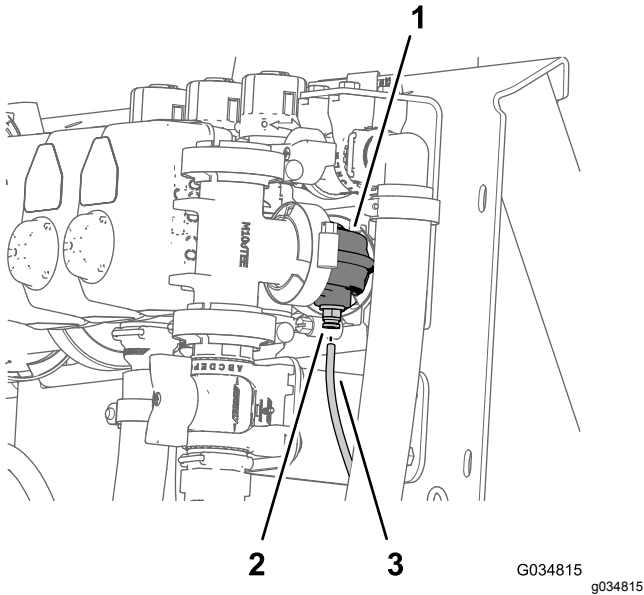
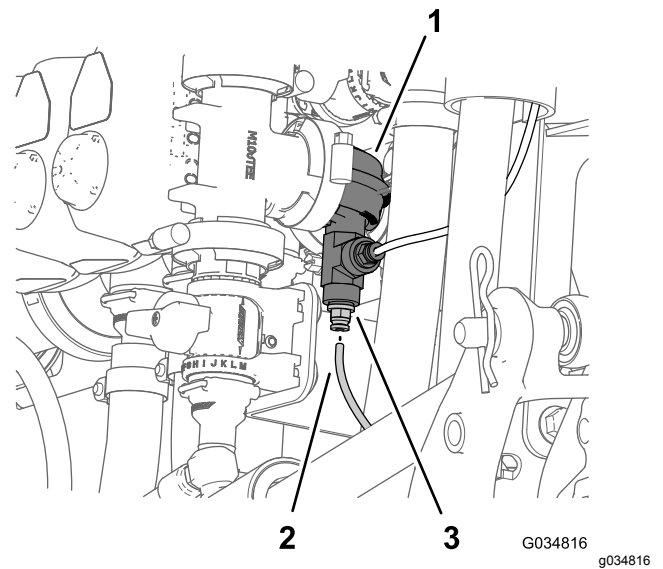

Figura 12
Figura 13
1. Pressione o anel no acoplador do tubo no cotovelo a 90° da válvula da secção da rampa direita (Figura 12 ou Figura 13).
2. Puxe o tubo sensor de pressão do indicador de pressão no painel do acoplador do tubo (Figura 12 ou Figura 13).